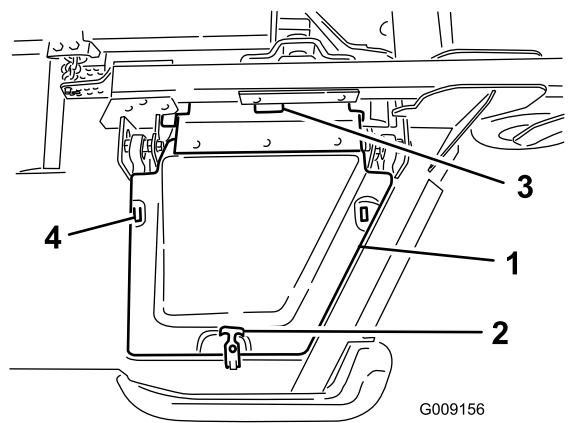

Bild 6
8. Montieren Sie die Flügelmäherwerkabdeckung und befestigen sie mit dem abgenommenen Gummiverschluss (Bild 6).